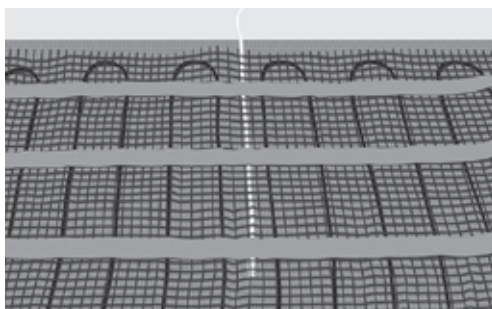

Fig. 7. Leitungsrohr/Sensor zwischen den Kabeln platzieren
11. Verlegen und befestigen Sie das Leitungsrohr oder den Bodensensor, wenn kein Leitungsrohr installiert ist. Achten Sie darauf, das Rohr/den Sensor zwischen zwei Heizkabeln zu positionieren (Abb. 7).